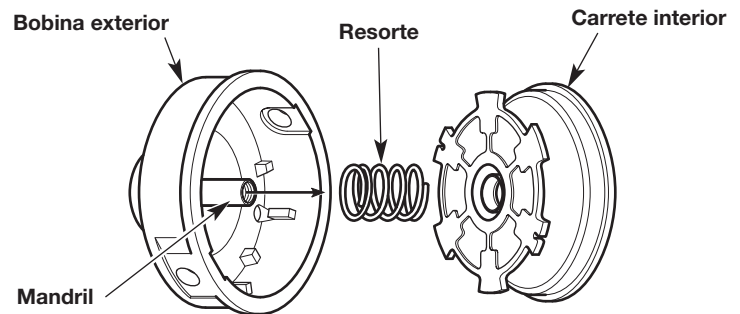

Fig. 28
NOTA: La bobina exterior (Fig. 28) permanecerá conectada a la unidad.
- Retire el carretel interior de la bobina exterior (Fig. 28).
- Retire el resorte del carretel interior (Fig. 28).